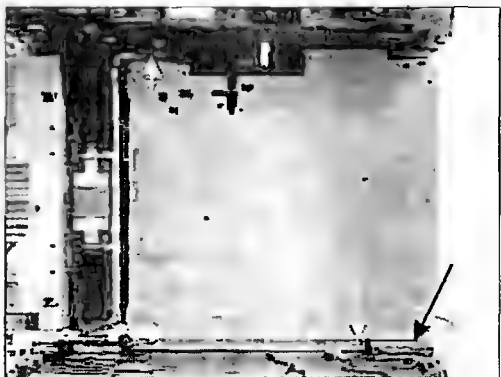

Рис. 8.35
- Поворачивают по окружности и вынимают из основания втулку поворота плоскости (отмечена стрелкой на рис. 8.35), иначе в будущем она помешает снять основную электронную плату.